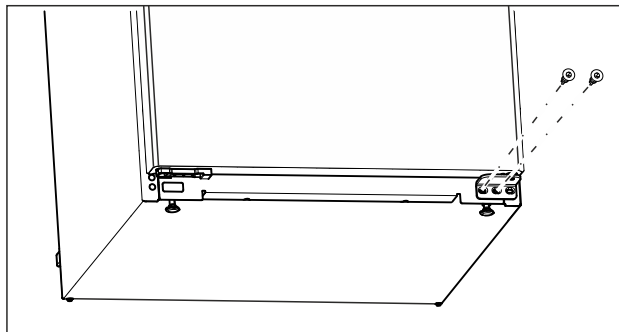

Fig. 10
- ▶ Wykręcić środkową śrubę przy dolnej płytce zawiasu śrubokrętem Torx 20. (patrz Fig. 10)
- ▶ Wykręcić wewnętrzną śrubę przy dolnej płytce zawiasu śrubokrętem Torx 20. (patrz Fig. 10)